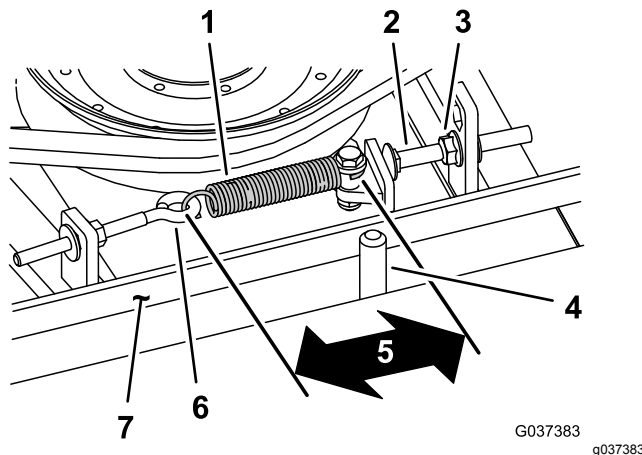

Figure 114
Lorsque le ressort d'extension est correctement tendu, l'intérieur doit mesurer (d'un crochet à l'autre) entre 8,3 et 9,5 cm. Lorsque le ressort est correctement tendu, ajustez le boulon de butée (boulon de carrosserie) jusqu'à obtention d'un jeu d'environ 2 à 5 mm entre la tête du boulon et le bras de tension (Figure 114).
Remarque: La courroie doit être placée du côté ressort du guide (Figure 114).
2. Desserrez le boulon à œil (Figure 114).
3. Desserrez l'écrou à embase qui fixe le boulon de butée à la patte de montage, et écarterez la poulie de tension de la courroie (Figure 114).
9. Raccrochez le ressort d'extension (Figure 114) au boulon à œil et tendez la courroie comme suit :